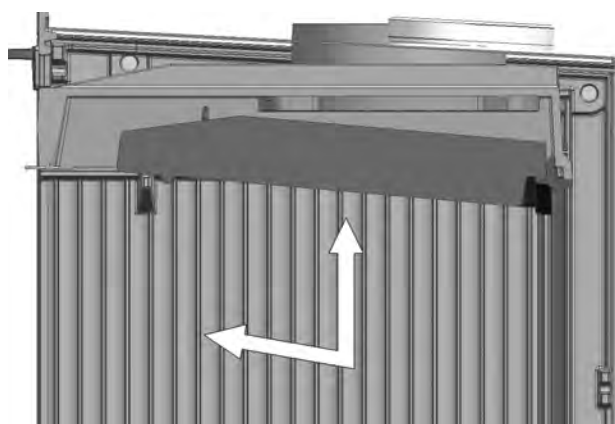
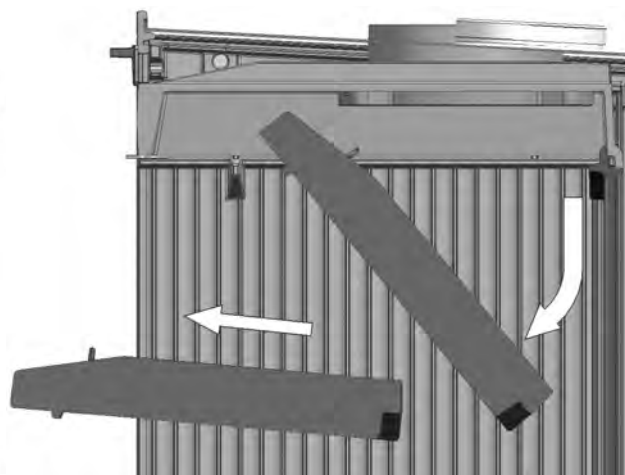

Fig. 1
Fig. 2
1. Togliere la grata svitando le due viti nella parte inferiore (Fig. 1 e Fig. 2).
1. A – Far scivolare la lastra deflettrice in avanti e verso l'alto fino a togliere i perni dalle posizioni laterali del proprio deflettore (Fig. 1, 2).